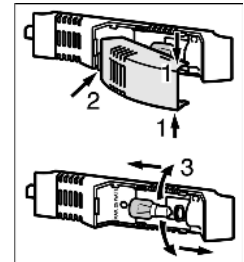

Fig. 18
- ▶ Хванете отгоре и отдолу *Fig. 18 (1)* капака на лампата.
- ▶ Извадете отзад и откачете *Fig. 18 (2)* капака на лампата.
- ▶ Сменете лампата *Fig. 18 (3)*.